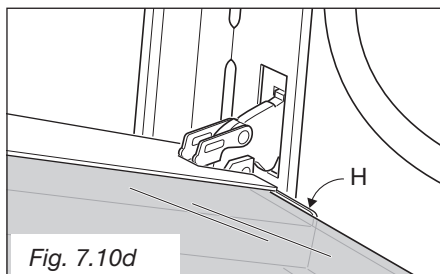

Fig. 7.10d
- Insérez la vitre dans les rails de guidage **E**, et **F**, (fig. 7.10c) et faites-la glisser en douceur jusqu'aux butées **H** (fig. 7.10d).